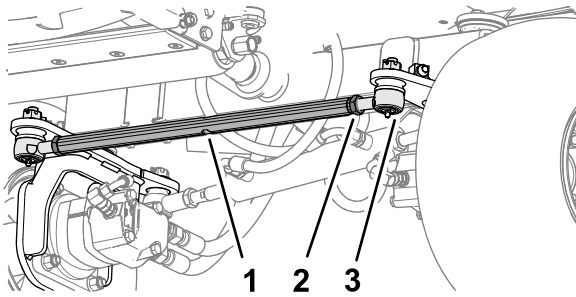

Figura 64
1. En la parte delantera de la rueda trasera, afloje las 2 tuercas autoblocantes que fijan el conjunto de varilla de acoplamiento al extremo de la varilla (Figura 64).
2. Alinee las ruedas girando la varilla de acoplamiento (Figura 64).
5. Apriete las 2 tuercas autoblocantes para fijar el conjunto de varilla de acoplamiento y los extremos de la varilla (Figura 64).